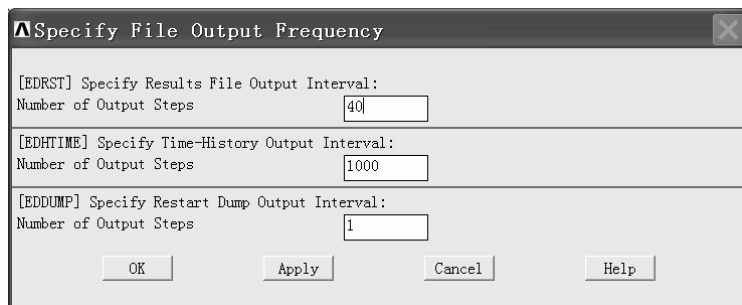

图 5-24 “Specify File Output Frequency” 窗口
(4) 在 “Specify Output File Types for LS-D...” 窗口中 “File options” 后的方框中选择 “Add”, 在 “Produce output for...” 后的方框中选择 “LS-DYNA”, 然后单击该窗口中的 “OK” 按钮。
(5) 依次选择 Main Menu>Preprocessor>Solution>Output Controls>File Output Freq>Number of Steps, 弹出 “Specify File Output Frequency” 窗口 (见图 5-24)。
(6) 在 “Specify File Output Frequency” 窗口中 “[EDRST] Specify Results File Output Interval:” 后的方框中输入 “40”; 在 “[EDHTIME] Specify Time-History Output Interval:” 后的方框中输入 “1000”, 然后单击该窗口中的 “OK” 按钮。